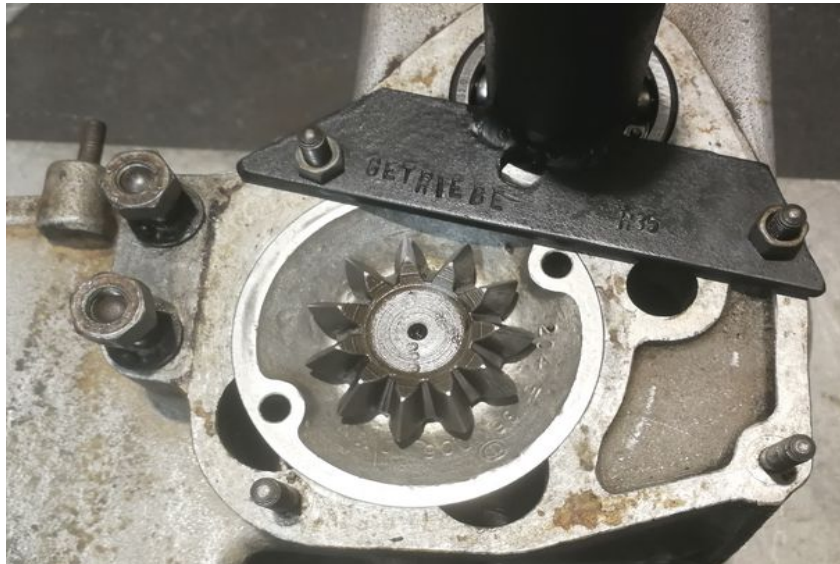

Abbildung 30: Position des Montagehalters zur Abstützung des Kickstartermitnehmers
- Montagehalter so umsetzen, dass ein Herausgleiten der Kickstartermitnehmers in senkrechter Position verhindert wird und im weiteren Verlauf die Ausgangswelle eingesetzt werden kann (siehe Abb. 30)